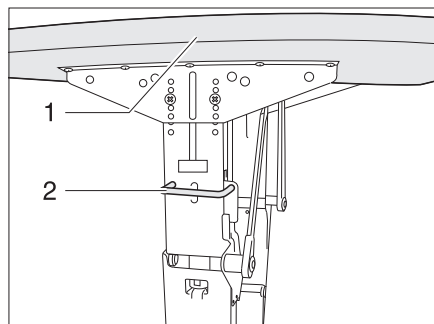

Bild 53 Verriegelung Schwenktisch mit Metallgestell
- Griff (Bild 53,2) nach oben schieben.
- Tischplatte (Bild 53,1) in einem Bogen nach unten schwenken, bis der Griff einrastet.